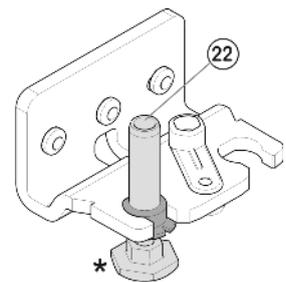

Fig. 7
- ▶ Снова слегка наклоните устройство назад и снова установите опорный палец Fig. 7 (22). Забывание должна быть расположена спереди.